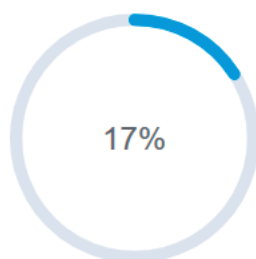

图13
- 2) 步骤 2 等待重新启动进度条跑至100%, 整个重启过程持续时间大约3分钟左右。NDI监视器将重新启动完成。完成后将立即跳转至登录页面。具体见如下图12和图13。